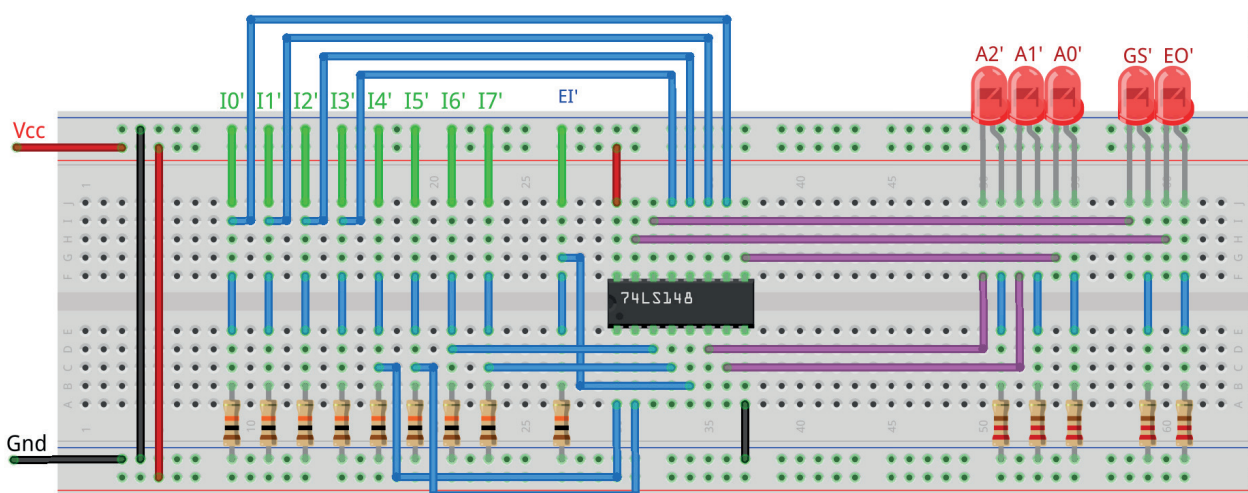

Figura 7.24 – Disposição dos componentes na placa de montagem.
- Monte o circuito na placa de montagem, conforme figura 7.24.